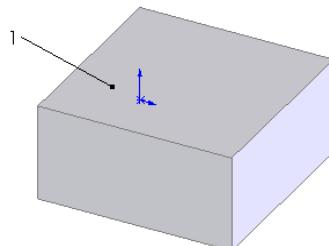

图 3-75 拉伸的图形
**03** 拉伸实体。在菜单栏中选择“插入”→“凸台/基体”→“拉伸”命令，或者单击“特征”工具栏中的“拉伸凸台/基体”图标按钮 ，将上一步绘制的草图拉伸为“深度”为 30 的实体，结果如图 3-75 所示。
**04** 设置基准面。选择图 3-75 中的表面 1，然后单击“标准视图”工具栏中的“正视于”图标 ，将该表面作为绘制图形的基准面。